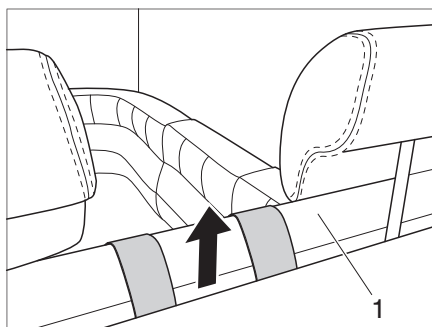
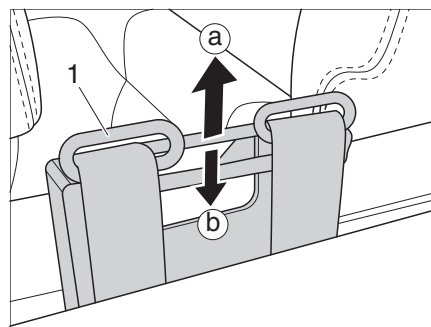

Fig. 17 Extensión de cinturón hundido
Fig. 18 Extensión de cinturón extraído
El Alpa 7820 está equipado con una extensión de cinturón que debe retirarse antes de poder abrocharse el cinturón de seguridad (Fig. 17).
- Agarrar debajo del banco de asiento (Fig. 17,1) y tirar de la extensión del cinturón (Fig. 18,1) hacia arriba hasta que haga tope (a).
- Tirar brevemente de la extensión del cinturón (Fig. 18,1) hacia arriba (a) y, a continuación, presionarlo hacia abajo (b) hasta que se hunda detrás del banco de asiento.